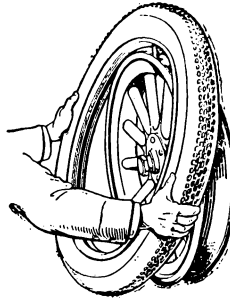

Fig. 19.
**4. Mettere il tallone interno sul cerchio.** — Girare la ruota col foro della valvola in alto. Prendere il pneumatico a due mani, la matricola in faccia a sè, e accavallare il cerchio col tallone interno della copertura, introducendo la valvola nel proprio foro. (fig. 19).